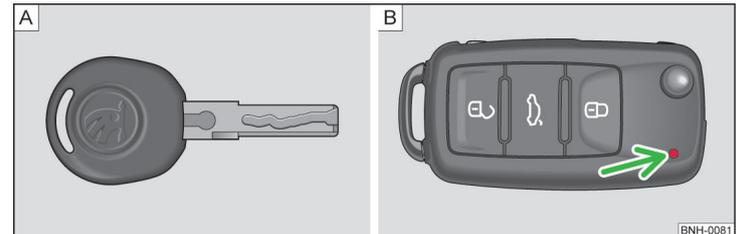
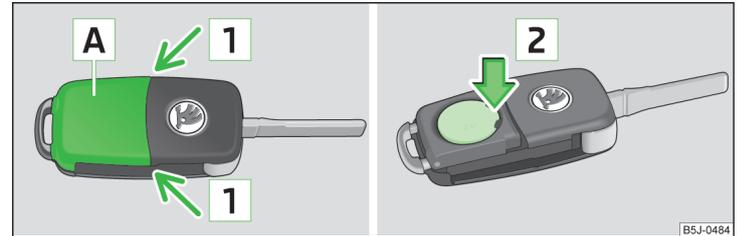

Abb. 25 Schlüssel: ohne Fernbedienung / mit Fernbedienung
Abb. 26 Funkschlüssel: Deckel abnehmen / Batterie herausnehmen
Mit dem Fahrzeug werden zwei Schlüssel ausgeliefert. Je nach Ausstattung kann Ihr Fahrzeug mit Schlüsseln ohne Funkfernbedienung » Abb. 25 - A oder mit Funkfernbedienung » Abb. 25 - B ausgestattet sein.
Jeder Funkschlüssel enthält eine Batterie, die unter dem Deckel **A** untergebracht ist » Abb. 26. Wenn die Batterie entladen ist, blinkt nach dem Drücken einer Taste auf dem Funkschlüssel die rote Kontrollleuchte » Abb. 25 auf Seite 43 - **B** nicht. Wir empfehlen Ihnen, die Schlüsselbatterie von einem Fachbetrieb wechseln zu lassen. Falls Sie jedoch die entladene Batterie selbst wechseln möchten, gehen Sie wie folgt vor.
- Die Batterieabdeckung mit dem Daumen oder mit einem flachen Schraubendreher im Bereich der Pfeile **1** abdrücken » Abb. 26.